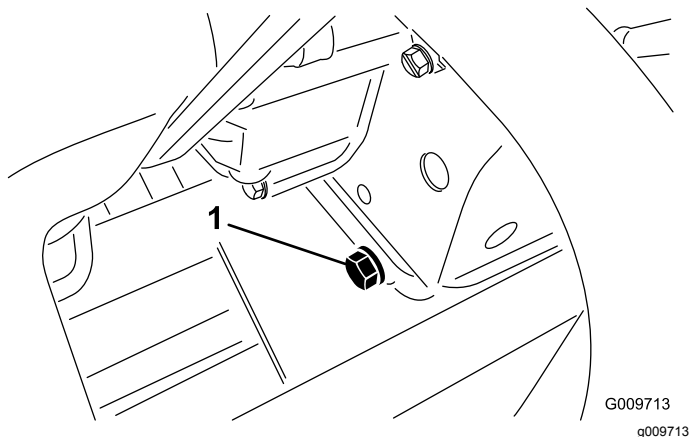

Рисунок 53
2. Снимите пробку сливного отверстия (Рисунок 53) и дайте маслу стечь в сливной поддон.